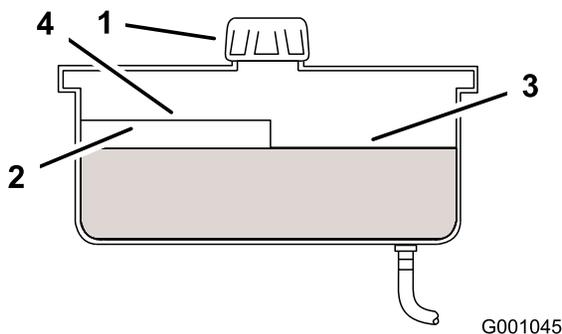

Figura 60
4. Limpie alrededor del cuello de llenado y el tapón del depósito de aceite hidráulico (Figura 60).
5. Retire el tapón del cuello de llenado. Mire dentro para ver si hay aceite en el depósito (Figura 60).
**Nota:** El nivel de aceite debe llegar a la parte superior del nivel caliente del tabique cuando el aceite está caliente (Figura 60).